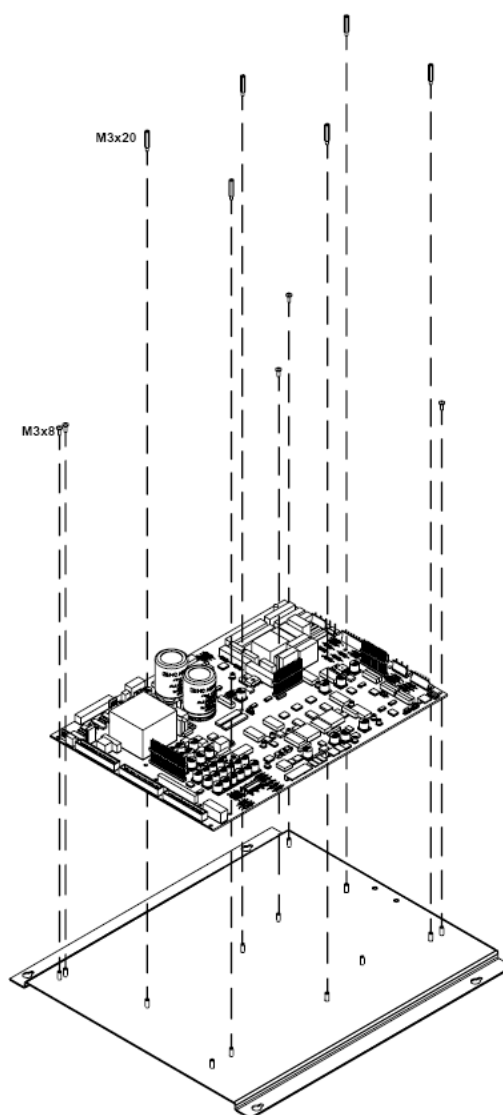

Figura 5.6 (b). Retirar la tarjeta de potencia.
- 7) Conectar los diferentes cables en sus respectivos conectores (ver figura 5.6 (a) )